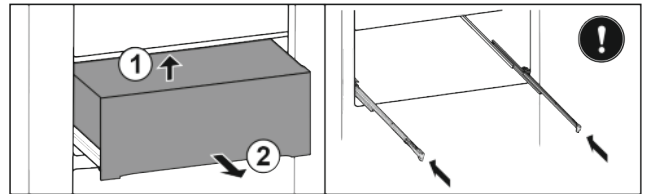

Fig. 39
- ▶ Von unten hinten anheben Fig. 39 (1).
- ▶ Nach vorne entnehmen Fig. 39 (2).